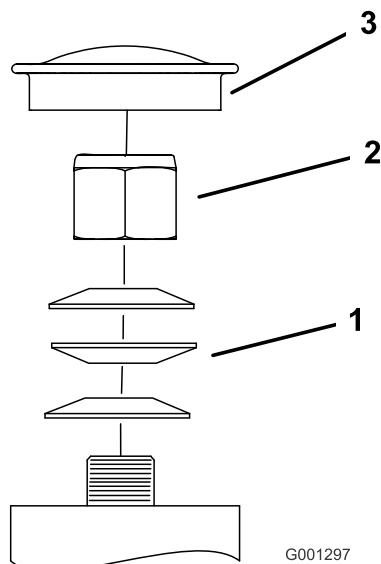

Figura 59
- Retire el tapón anti-polvo de la rueda giratoria y apriete la contratuercia (Figura 59).
- Apriete la contratuercia hasta que las arandelas de muelle estén planas, luego afloje 1/4 de vuelta para establecer la pre-carga correcta de los cojinetes (Figura 59).
Importante: Asegúrese de que las arandelas de muelle están correctamente instaladas, según muestra Figura 59.
- Coloque el tapón anti-polvo (Figura 59).